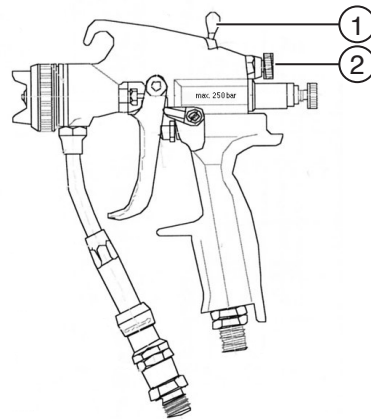

Abb. 25: Zerstäuberluft regulieren
2. Schalten Sie die Zerstäuberluftzufuhr an der Pistole aus (siehe Abb. 25).